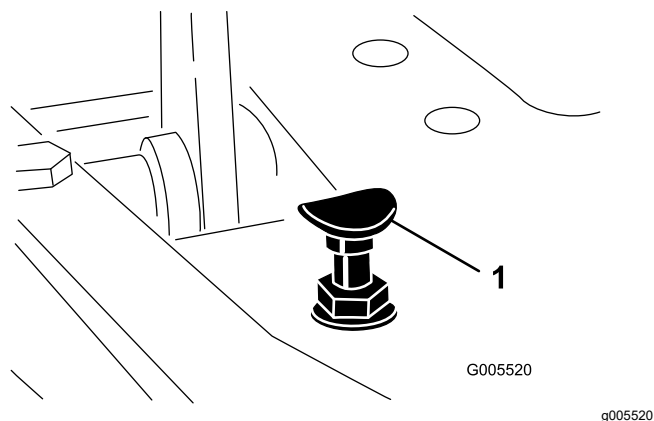

Figura 43
Para obter a velocidade máxima de transporte, engate a alavanca de controlo de função na posição TRANSPORTE e carregue para baixo no pedal de tração. Se o pedal entrara em contacto com o batente (Figura 43) antes de sentir tensão no cabo, é necessário efetuar o seguinte procedimento de ajuste:
1. Ponha a alavanca de controlo de funcionamento na posição TRANSPORTE e liberte a porca de bloqueio que fixa o batente do pedal à placa inferior (Figura 43).